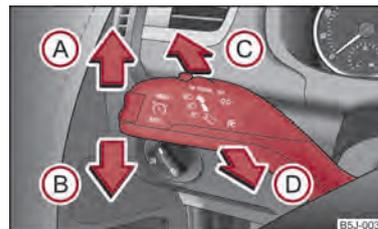

Fig. 25 La palanca de luz intermitente y luz de carretera
- Presionar la palanca hacia arriba  o hacia abajo  ⇒ fig. 25.